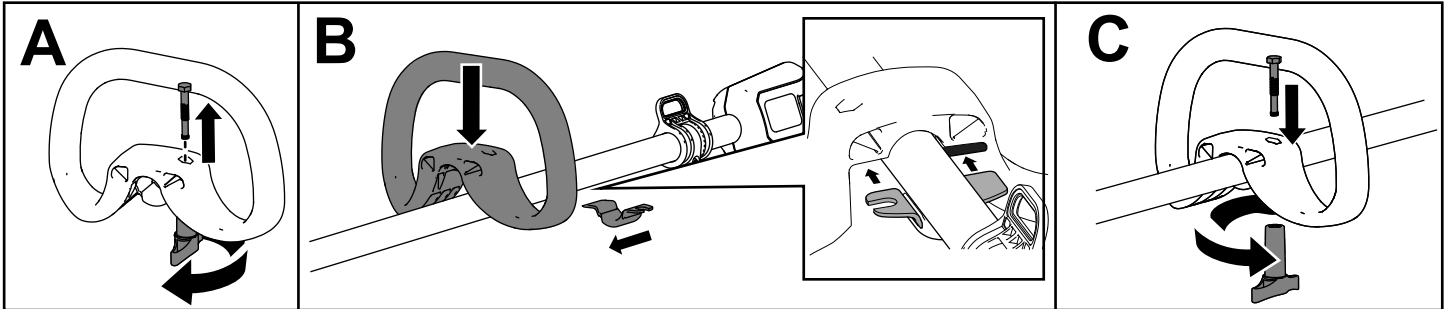

Figura 3
1. Separe la empuñadura auxiliar del soporte inferior desenroscando el pomo de bloqueo de la empuñadura y retirando el perno de cabeza allen (Figura 3, A).
2. Alinee la empuñadura auxiliar con el soporte inferior del mango de la desbrozadora (Figura 3, B).
3. Deslice el soporte inferior en la ranura de la empuñadura auxiliar (Figura 3, B).
4. Sujete la empuñadura auxiliar al soporte inferior con el perno allen que retiró anteriormente (Figura 3, C).